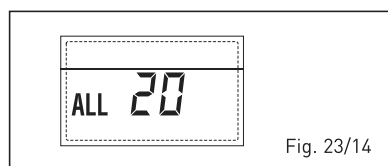

Fig. 23/14
- **ANOMALÍA AVERÍA SONDA IMPULSIÓN PRIMERA ZONA MEZCLADA “ALL 21” (fig. 23/15)**